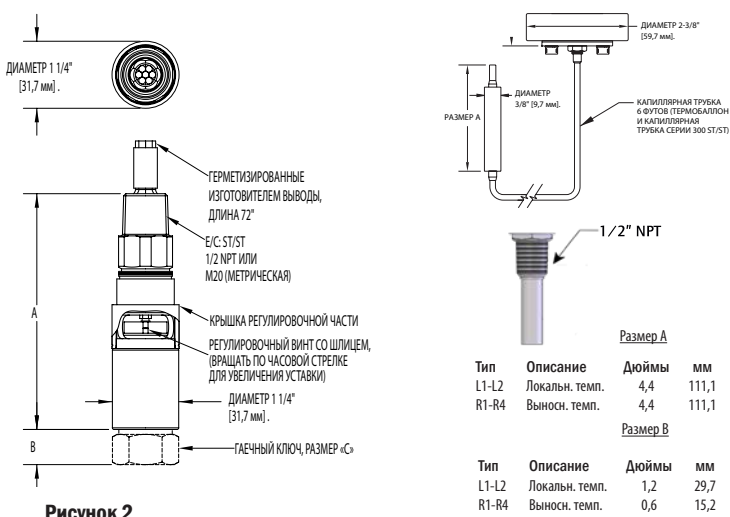

Рисунок 2
4. Вставьте жало отвертки в регулировочный шлиц и поверните по часовой стрелке, чтобы **увеличить** уставку, или против часовой стрелки, чтобы **уменьшить** ее (см. рисунок 2).